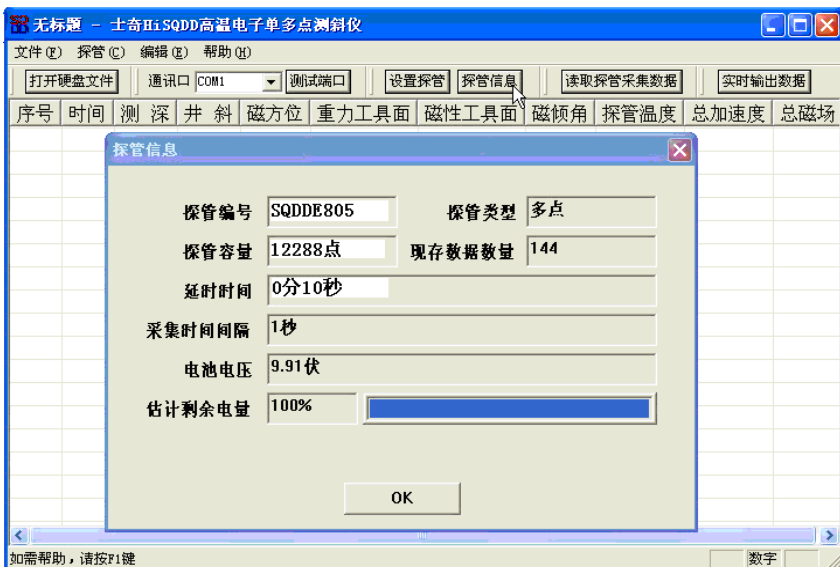

图 9
3. 单击探管信息钮，可以显示探管的工作状态是否设置正确以及电池的电压、剩余电量是否正常？同时，也可以看到探管编号等信息。屏幕显示如图 9 所示。（注：深井多点测量时必须使用三节新电池。）